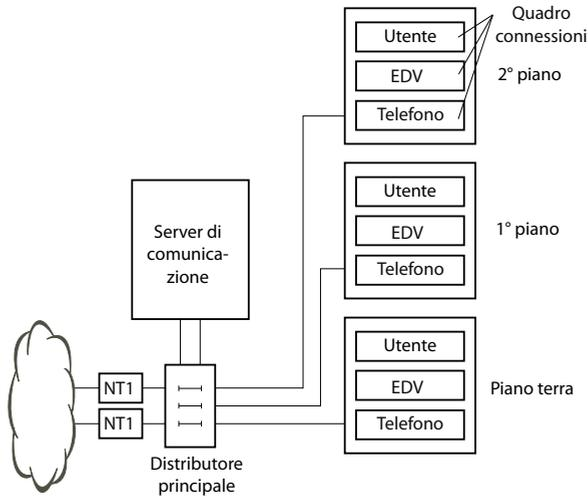
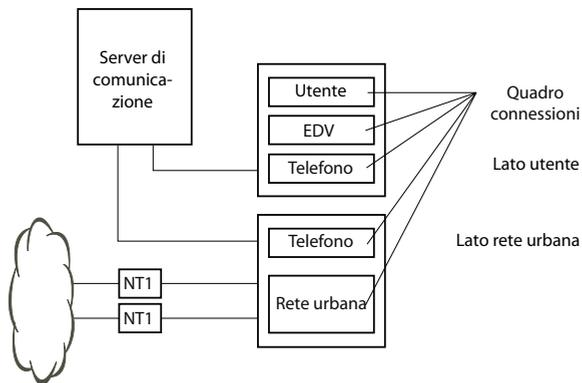

Fig. 28 Collegamento al CS attraverso il distributore principale (esempio)
Fig. 29 Collegamento al CS attraverso il Wiring Center (esempio)
- Collegamento indiretto tramite distributore (principale) ed eventuale cablaggio universale di edifici (CUE) (vedi anche Fig. 28 und Fig. 29).